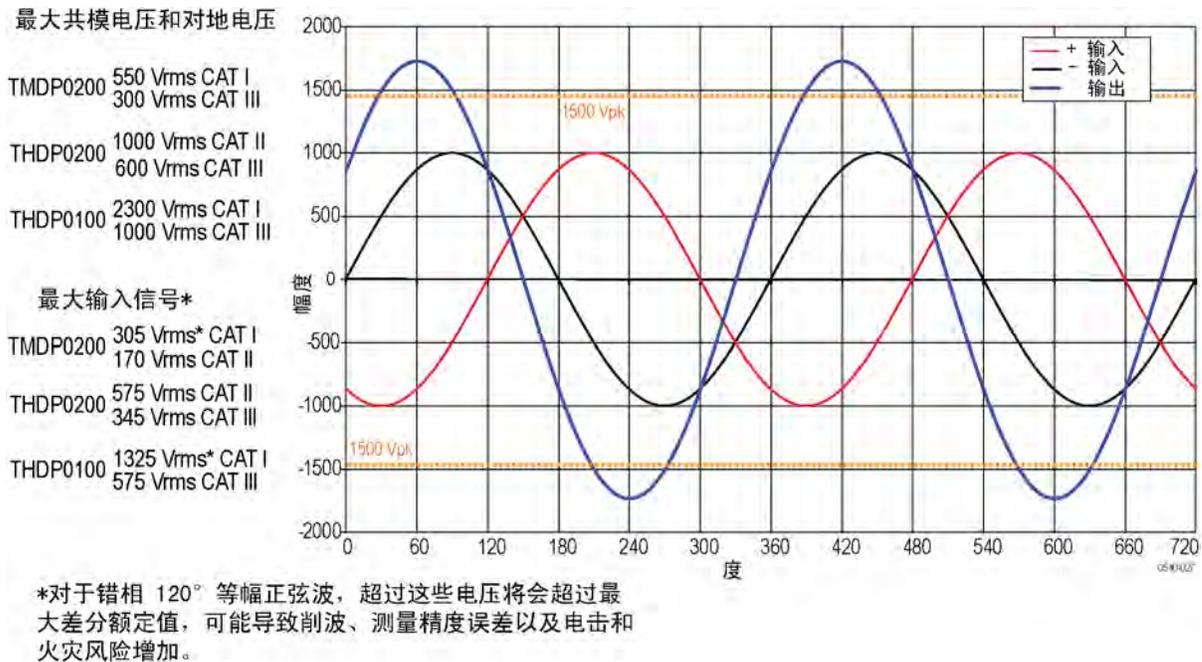

图 4: 测量两个错相 120 度的等幅波形
**例 2:** 接下来，假设上例中的同样波形之间错相 120°。(见图4) 这种相位关系形成的差分最大，为单个信号输入的 1.732 倍，即 1732 Vpk。虽然这个电势比例 1 中的输入稍低，但仍然超过 THDP0200 和 TMDP0200 探头的差分电压额定值，所以要使用 THDP0100 探头。